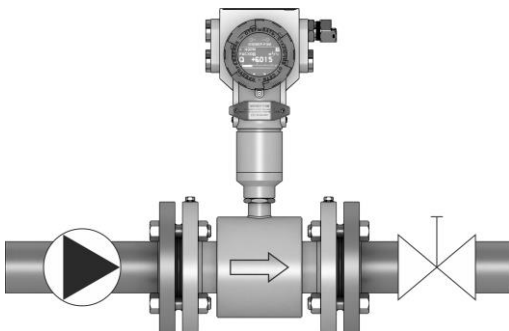

Рисунок 3.7 – Монтаж расходомера (запорный клапан в трубопроводе)
3.1.4.9 Запорный клапан в трубопроводе должен быть расположен после расходомера по ходу движения жидкости с целью исключения возможного вакуумирования прибора. Задвижка, открытая не полностью, должна располагаться на расстоянии не менее 20 DN от расходомера (рисунок 3.7).